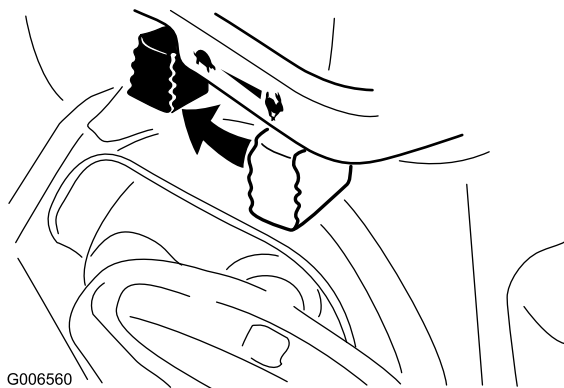

Figure 26
1. Déplacez la commande d'accélérateur en position Bas régime, puis en position Arrêt (Figure 26).